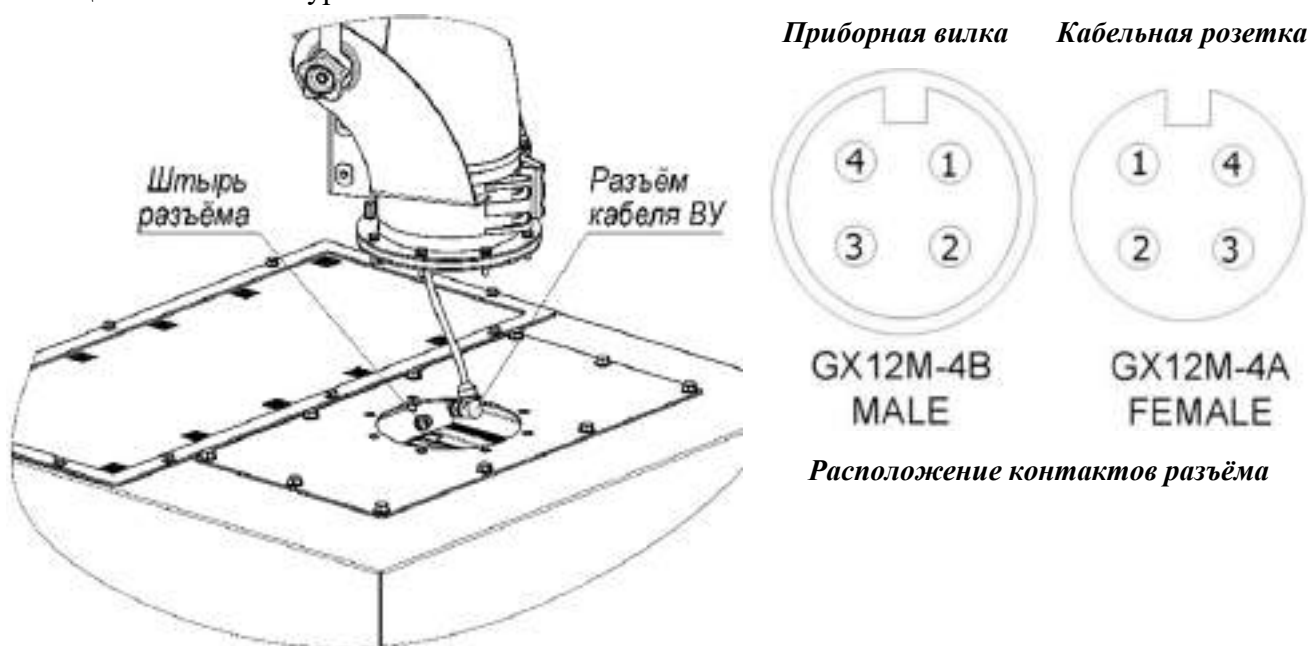

Рисунок 5
5.1.4 Для ВУ моделей KUA-M-XSL (с подсветкой) перед установкой требуется к фильтру подключить электропровод. Для этого необходимо соединить разъём, установленный на конце кабеля электропроводки ВУ, с приборной вилкой, установленной внутри камеры фильтра (рисунок 5).